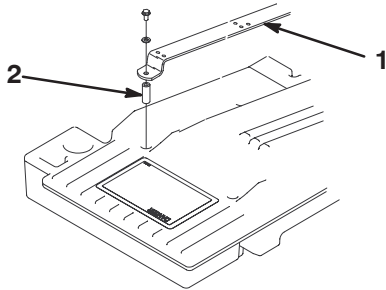

Bild 3
1. Entfernen Sie die Schrauben, Scheiben und Distanzstücke, mit denen die Sitzbefestigungen am Rahmen der Zugmaschine befestigt sind (Bild 3).